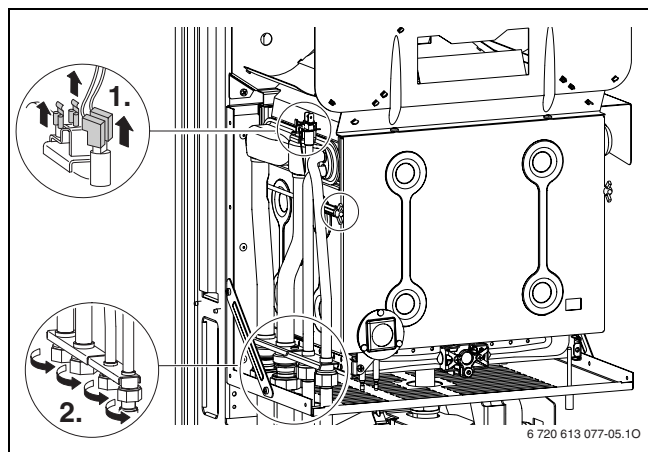

Fig. 36
- ▶ Rimuovere la parete anteriore della camera di combustione e il bruciatore (→ fig 36).